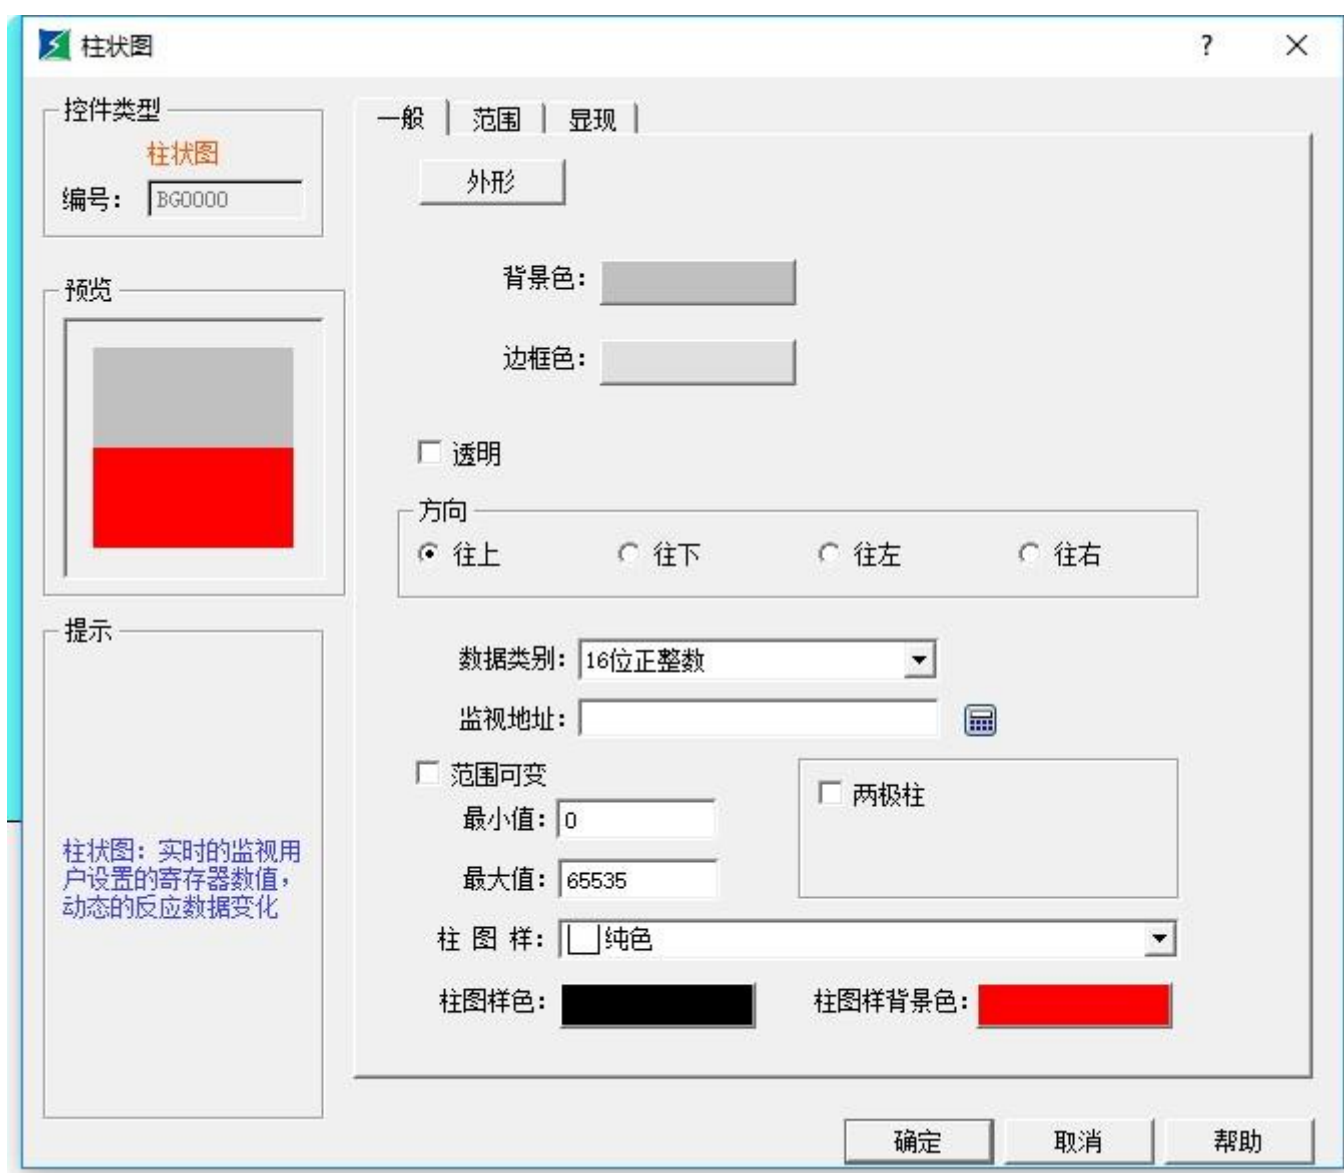

图 4-102 柱状图对话框
1. 选择工具栏中的柱状图图标  或者工具菜单中的柱状图，弹出如图 4-102 所示对话框。
- 边框色：设置柱状图的边框颜色，在图 4-102 中设置边框色无效，用户可选择“外形”中的另外一个图形，选择边框色可以看出变化